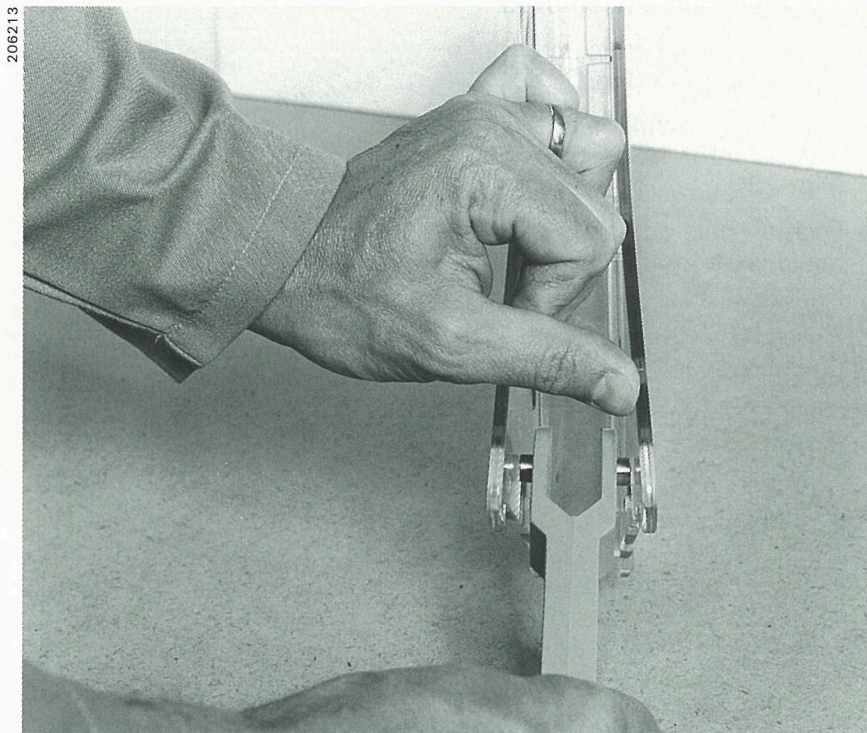

Bild 27 / Figure 27
- Die Schutzhaube am vorderen Teil spreizen (Bild 27).
- *Ecarter la partie avant de la cape (figure 27).*
- Use fingers to widen end front of safety guard (Fig. 27).